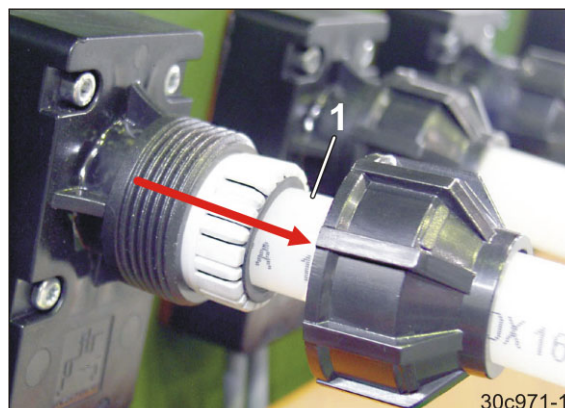

Fig. 9
1. Mærk og afmonter såsædsledningerne (Fig. 9/1).